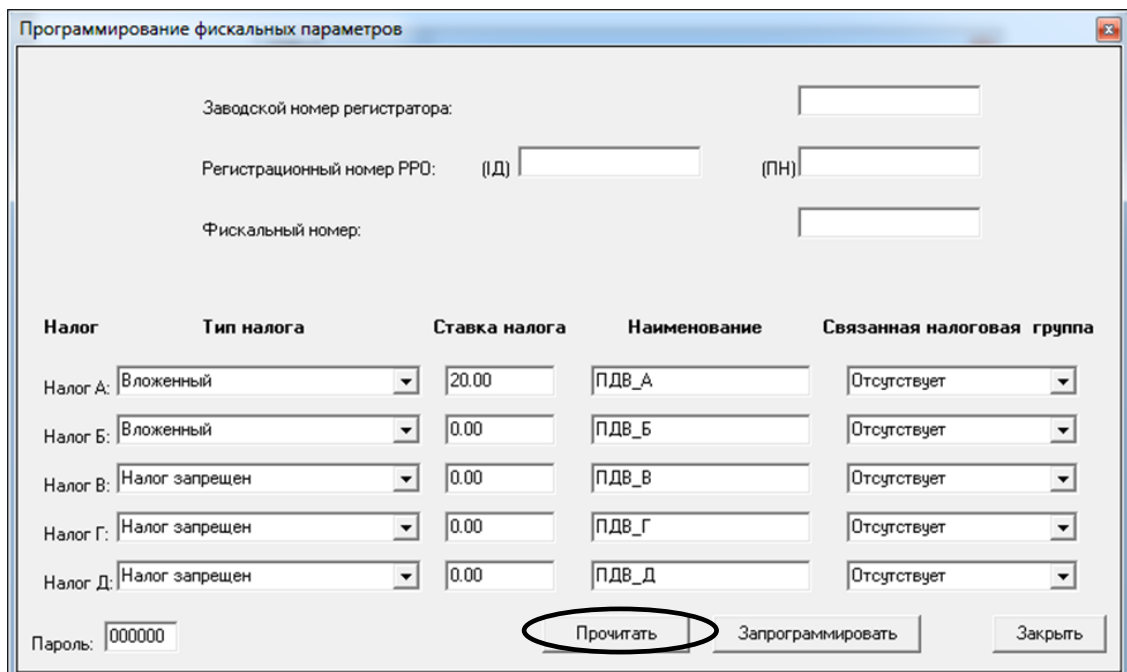

Рисунок 15
5.5 З'явиться вікно «Программирование фискальных параметров». Натиснути на кнопку «Прочитать» (рисунок 15).